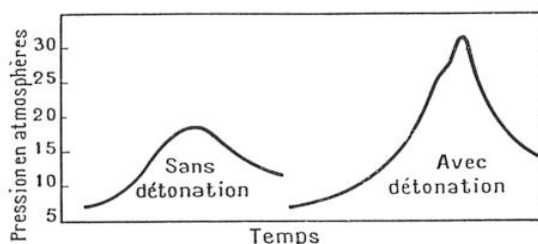

FIG. 3. — SCHEMA MONTRANT LA VITESSE A LAQUELLE L'INFLAMMATION SE PROPAGE DANS UNE MASSE GAZEUSE, SUIVANT LA PRESSION DU MELANGE
On voit donc qu'il est très facile de remédier au cliquetage ; il n'en est pas de même du « cognement », qu'on nomme aussi « choc » et parfois, mais moins exactement, « auto-allumage » (1) ; en effet, ce phénomène a pour cause la naissance d'une détonation qui se produit *en fin de combustion* ; la brutalité avec laquelle la pression croît alors donne au piston une violente secousse qui se traduit par un son sourd aux résonances métalliques ; les courbes de la figure 3, obtenues par Withrow et Boyd, montrent nettement cette pointe brusque de la pression dans un moteur qui cogne.